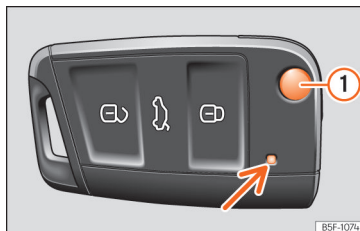
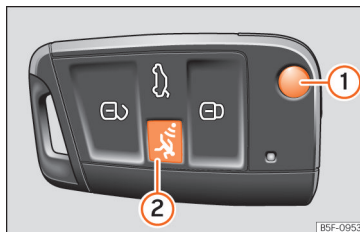

Abb. 136 Fahrzeugschlüssel für das Fahrzeug.
Abb. 137 Fahrzeugschlüssel mit Alarmtaste.
Durch kurzes Drücken der Taste auf dem Fahrzeugschlüssel blinkt die Kontrollleuchte » Abb. 136 (Pfeil) einmal kurz, durch Drücken eines längeren Zeitraums blinkt diese mehrere Male, z. B. beim Komfortöffnen.
Der Schlüsselbart wird durch Drücken der Taste ① » Abb. 136 oder » Abb. 137 aus- und eingeklappt.
- Wenn die Tasten im Fahrzeugschlüssel » Abb. 136 oder » Abb. 137 bzw. eine der Zentralverriegelungstasten » Seite 137 innerhalb kurzer Zeit mehrfach hintereinander betätigt werden, schaltet sich die Zentralverriegelung kurzzeitig ab, um sich vor Überlastung zu schützen. Das Fahrzeug ist dann entriegelt. Bei Bedarf sperren.